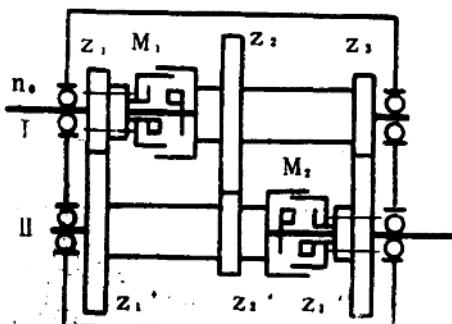

图 5
17. 按教科书 I 图5—64的传动系统图，分析有何特点，并指出与普通车床的主传
19. 在图5的传动系统图中， n_0 、 n 分别为输入输出转速，若 n_0 为一级转速，求 n 的转速有几级，各为多少？